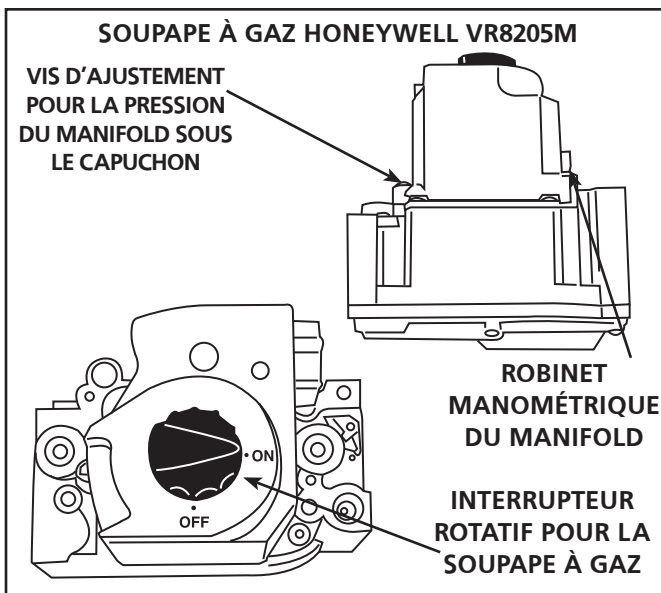

FIGURE 10
FONCTIONNEMENT DE LA SOUPAPE À GAZ POUR LA SOUPAPE DE LA SÉRIE VR8205M DE HONEYWELL (FIGURE 10)
- Il y a un bouton interrupteur rotatif noir qui peut être bougé entre la position on (activé) et off (fermé). Tournez le bouton interrupteur à la position off (fermé) (voir Figure 10).
2. Une fois que vous avez vérifié et réglé la pression de canalisation vérifiez la pression d'admission. La pression d'admission exacte est indiquée sur la plaque signalétique de l'appareil. Voir **figure 10** pour l'emplacement de la vis de réglage de la pression du gaz. Un ensemble de conversion du gaz naturel au gaz propane liquéfié est nécessaire pour la conversion de l'appareil. Pour connaître la procédure de conversion, consultez les instructions d'installation fournies avec l'ensemble de conversion.